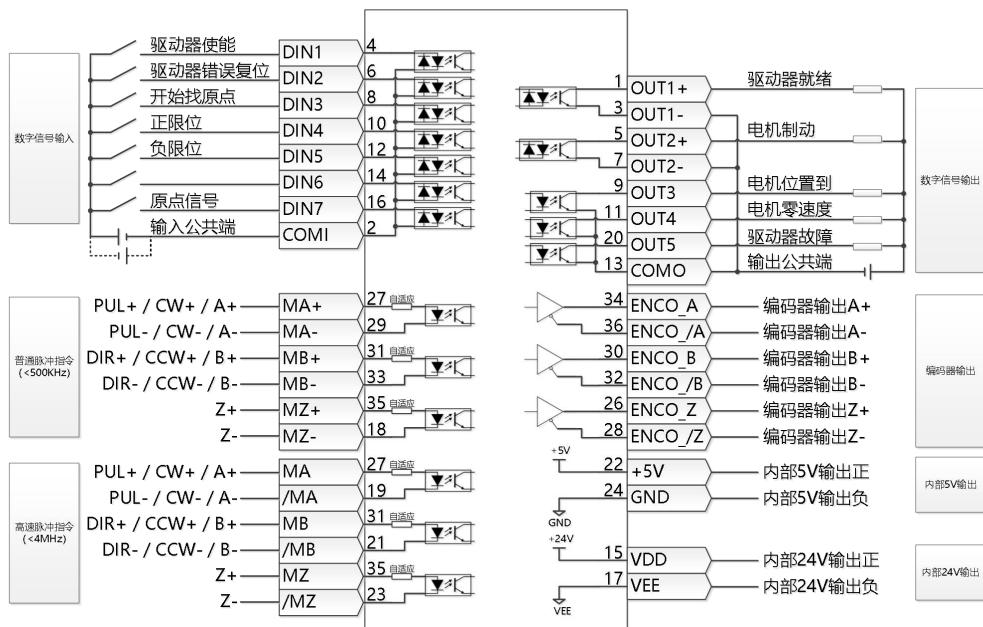
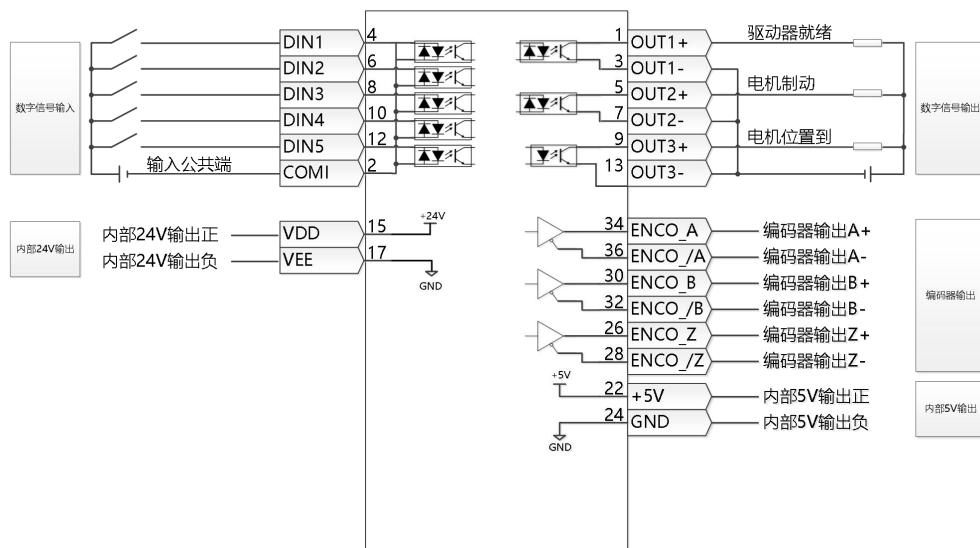

图 3-18 FD5-LA/CA 驱动器 IO 口默认定义
图 3-20 FD5-PA 驱动器 IO 口默认定义
- 图 3-18 显示了 FD5-LA/CA 驱动器默认 IO 功能的 X1 接线，图 3-20 显示了 FD5-PA 驱动器默认 IO 功能的 X1 接线，更多的 IO 功能可以通过数字面板或上位机调试软件自行定义。有关更多 IO 功能的详细信息，请参见第五章 5.5 节。